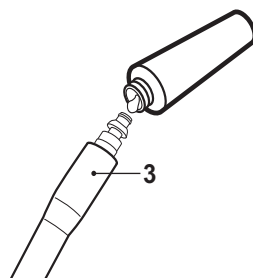

Fig. 23
Aplique uma gota de lubrificante no O-ring do conector da mangueira de pressão (3) (Fig. 23).